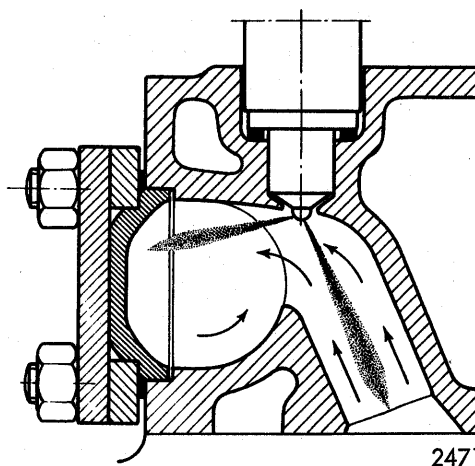

Fig. 31. Stråleform ved start og afprøvning.
5. Kontroller stråleformen, der skal være som vist i fig. 31. Ved indsprøjtningen skal frembringes en tydeligt "knurrende" lyd.